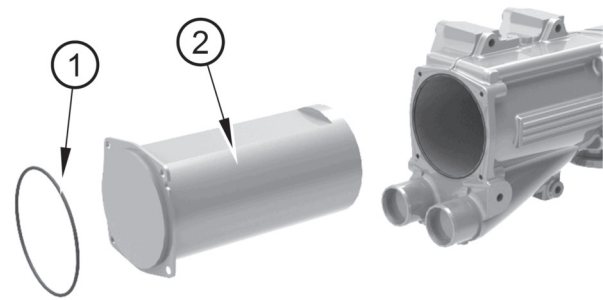

Figura 21
1. Retire la junta tórica (figura 21, elemento 1) y el conducto de salida (elemento 2).